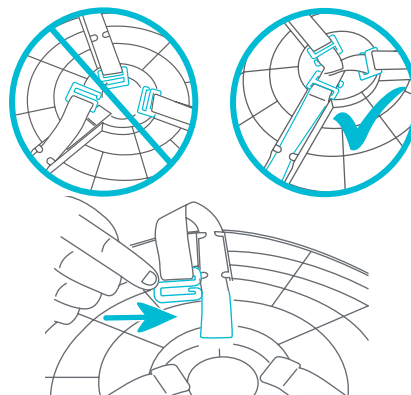

Fig. 4d
- Correas de la plataforma:** Asegure siempre las correas cuando la plataforma no se usa. Asegúrese de poner cada correa de nuevo sobre sí misma y sujetar cada placa de ajuste a la correa. Guarde la correa dentro de las lengüetas pequeñas (Fig. 4d). **NO USE** el producto con correas flojas y no aseguradas. Siempre verifique el producto antes de usarlo.